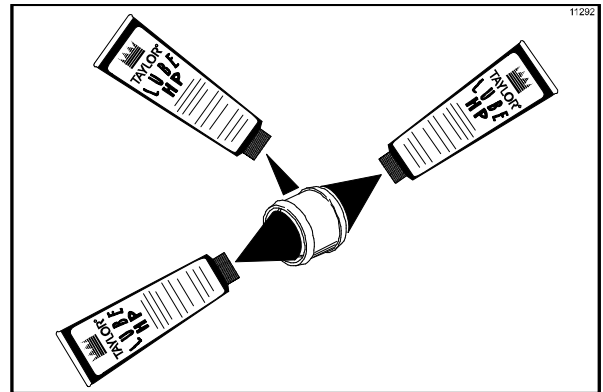

Abbildung 116
- Den Umfang der Kreiselwellendichtung schmieren. Die Vertiefungen an beiden Enden der Dichtung mit Fett füllen. (Siehe Abbildung 116.)